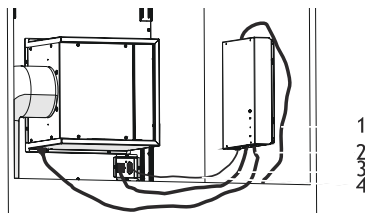

Fig. 20
10. Anslut nu alla "plug & play"-kablar (Fig. 20).